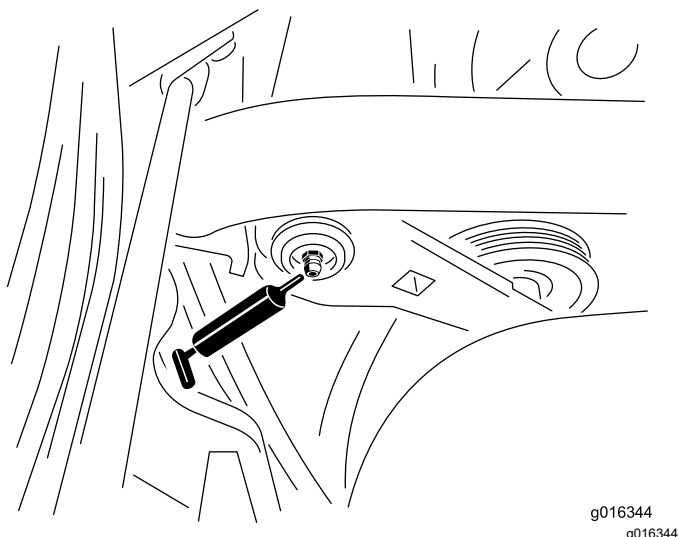

Figura 26
1. Limpe a graxeira para não forçar a entrada de material estranho no rolamento ou na bucha (Figura 26).